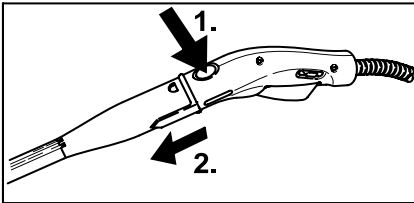

Bild 6
- För att ta av tillbehörsdelarna trycker du på låsknappen (c2 resp. G2) och drar delarna ut ur varandra (se bild 6).